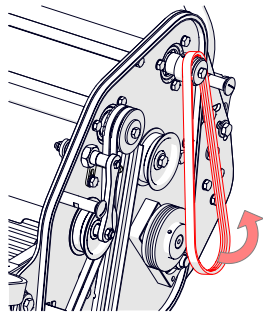

Abb. 16I – Riemen ausbauen und ersetzen.
- ii. Spannriemenscheibe fernhalten. Den Riemen entfernen und (bei Bedarf) ersetzen (Abb. 16I).